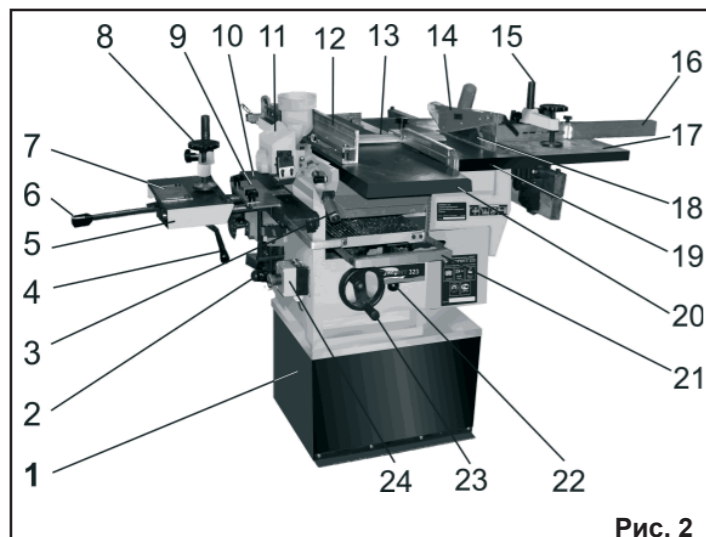

Рис. 2
8.2.1. Как показано на Рис. 2, 3, 5, со стороны пильного диска (18) установите и закрепите направляющую суппорта.